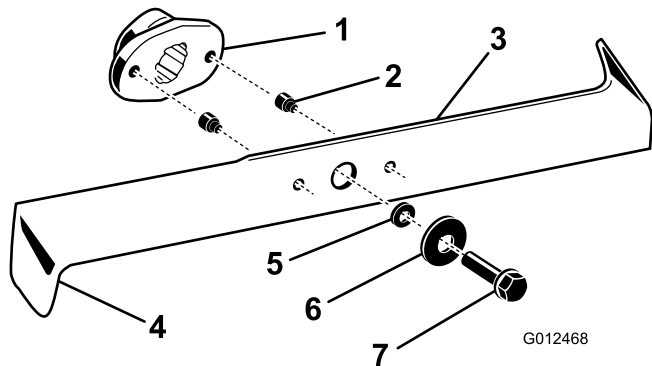

Figure 39
2. Examinez le tranchant des lames (Figure 39). Si elles ne sont pas tranchantes ou présentent des indentations, déposez et affûtez les lames ; voir Aiguisage des lames.
3. Inspectez les lames, surtout les bords recourbés (Figure 39). Si vous remarquez que les lames sont usées ou endommagées à ces endroits, remplacez-les immédiatement.
4. Si les goupilles de cisaillement sont cassées, remplacez-les immédiatement (Figure 39).
3. Enlevez les boulons, les rondelles et les lames (Figure 39). Pour enlever le boulon, bloquez éventuellement la lame en introduisant une cale en bois entre la lame et le carter de tondeuse.
1. Montez les lames, les rondelles et les boulons de fixation (Figure 39).